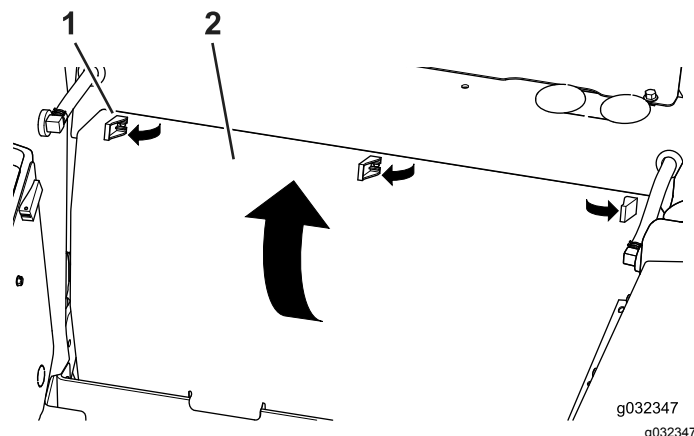

Bild 3
2. Öffnen Sie die drei Ausdehnungsriegel und nehmen die hintere Abdeckung ab (Bild 3).